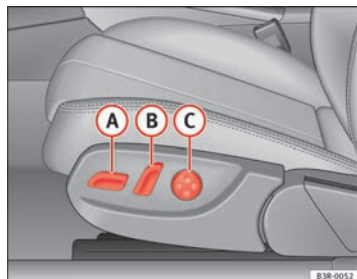
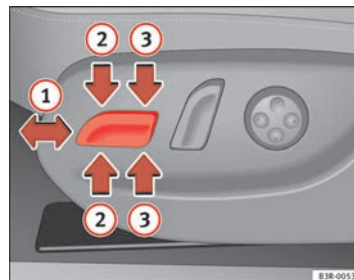

Fig. 106 Front seat:
Fig. 107 Front seat: Seat
- Press switch **A** ⇒ fig. 106 forwards or backwards **1** ⇒ fig. 107 ⇒